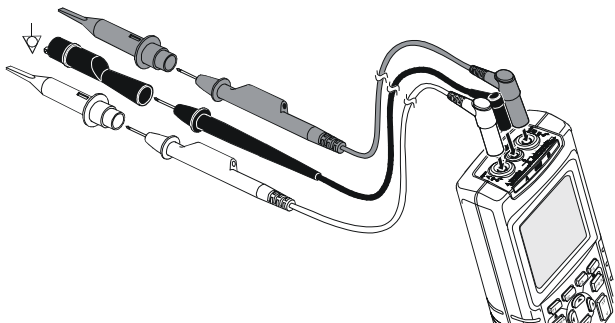

Figura 3-3. Messa a massa con il Cavo di Massa Non Schermato
- Utilizzare il cavo di massa nero non schermato verso il COM (comune) per le misure di Ohm (Ω), continuità, diodo e capacità. (Vedere Figura 3-3.)